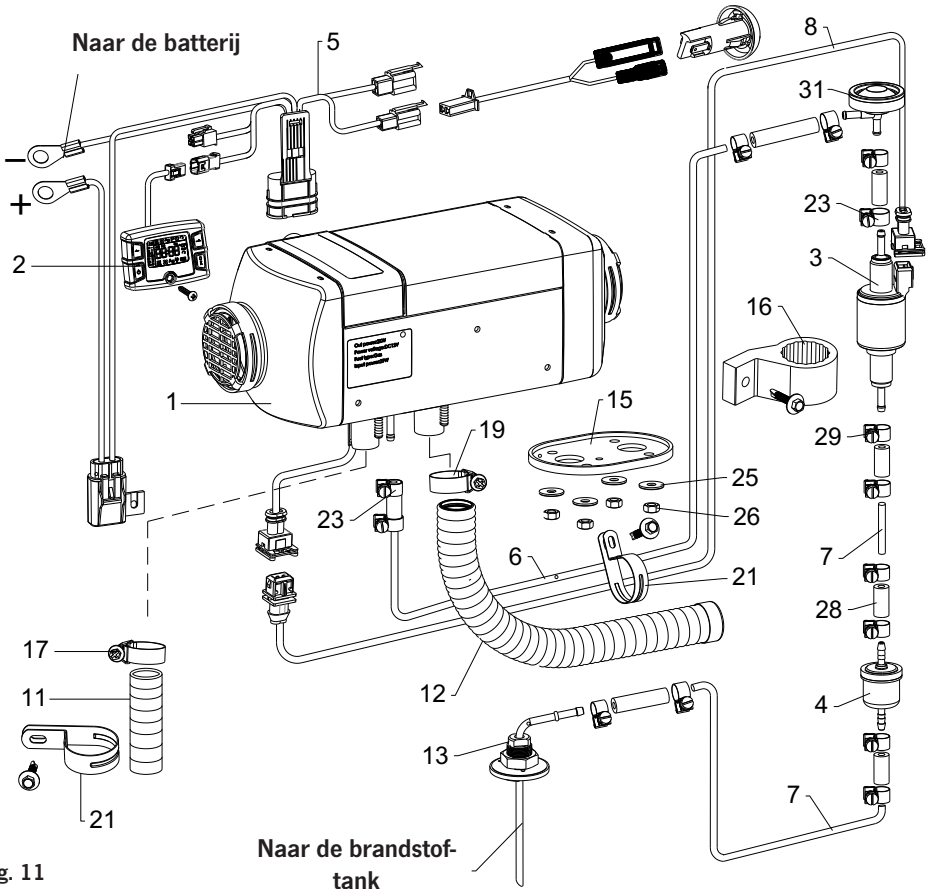

Fig. 11
26. VanHeat 2.0-DH | Productinformatie | Reserveonderdelenlijst (Zie Fig. 11)